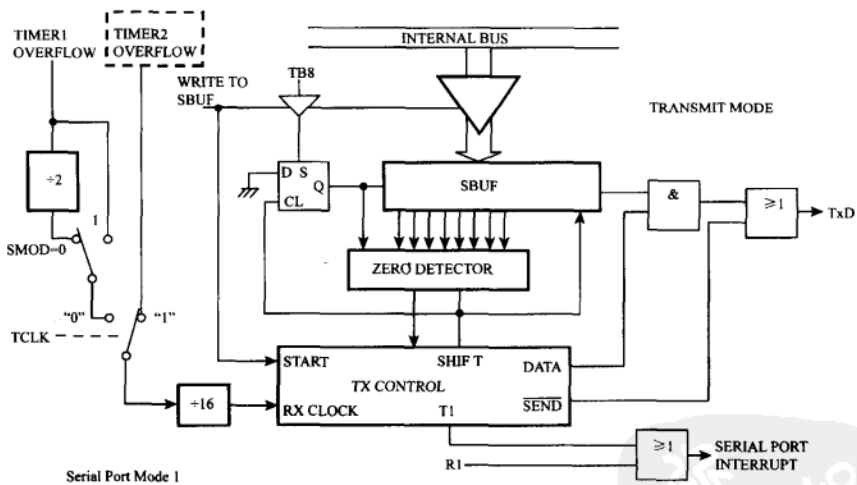

图 13-9 串行发送线路单元图 (模式 1)
最后的脉冲信号分别送到发送单元和接收单元上,请看图 13-9 所示发送线路框图。对 8051 的串行传输发送硬件而言,只要定义好波特率和传输模式,任何对 SBUF 写入值的操作,都视同启动发送,内部的硬件将逐一把串行数据送到 TxD 脚上,其传送详细步骤如下:
(1) 类似 MOV SBUF, A 的指令执行完后,发送的 SBUF 寄存器上已备妥欲传输的值了,这里的 SBUF 实际上是一个移位寄存器。
(2) 图 13-9 的 Tx 控制单元送出 SEND 信号,开始把 Start bit 送出。SEND 信号持续 1 个位的时间即 $1/9600\text{s}$,约 $10 \mu\text{s}$ 左右。